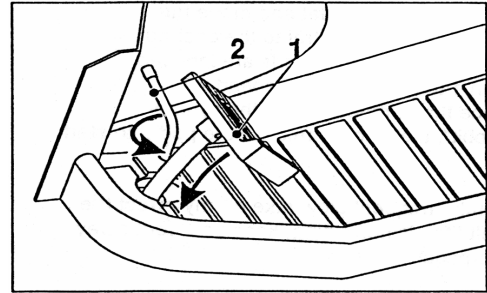

Fig. 15
3. Duw rem-koppelingspedaal volledig in en blijf hem zo houden. (Fig. 15, pos. 1).
REM (fig. 15)
De hendel van de handrem wordt gebruikt voor het blokkeren van het rempedaal in de stand rem. (fig. 15; pos. 2).
Nooit afdalen van een helling met vrije wielen. Op het einde, het rempedaal indrukken en blokkeren. (fig. 15, pos. 1 et 2)